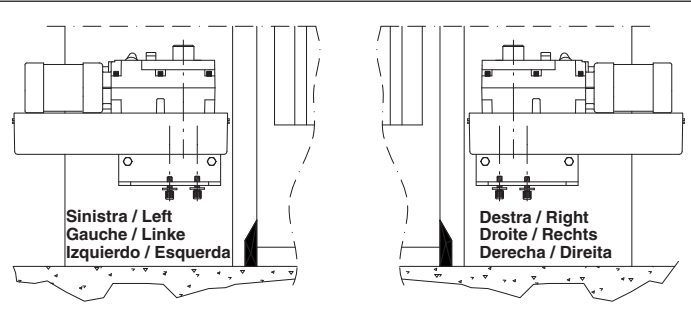

Fig. 6
- Hebelarm gemäß Fig.6 kompletieren.